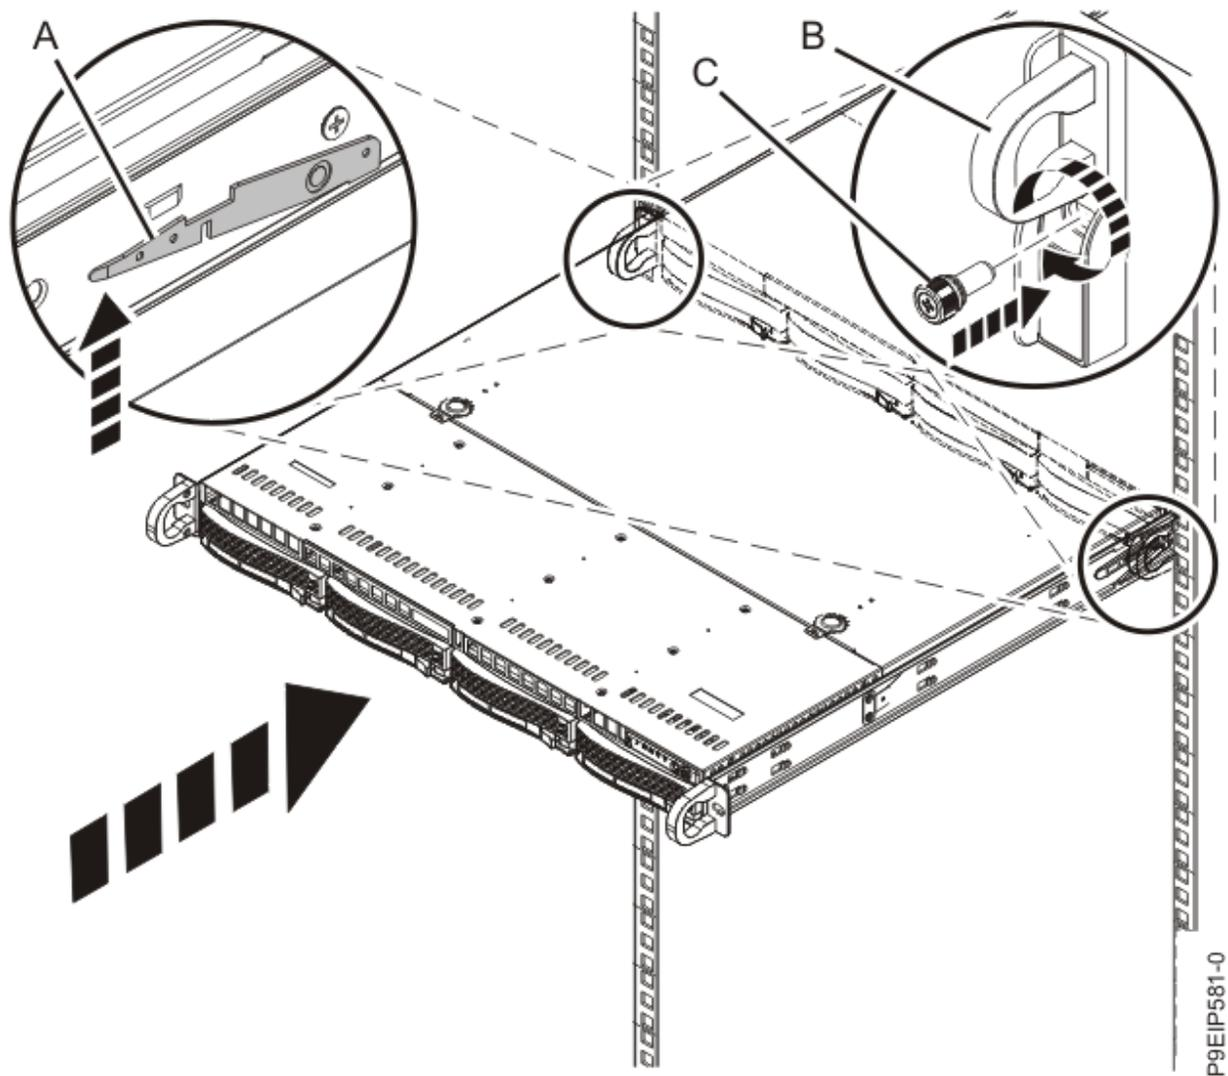

Abbildung 72. System in die Betriebsposition bringen
5. Entriegeln Sie die Schienensicherungsverriegelungen **(A)** (siehe Abbildung 72 auf Seite 99) und schieben Sie das System anschließend vollständig an den Griffen **(B)** ins Rack.